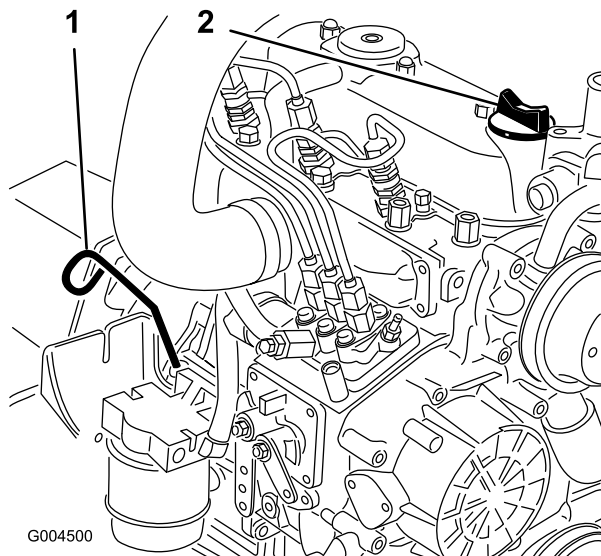

Bild 42
3. Nehmen Sie den Peilstab (Bild 42) heraus und wischen Sie ihn ab. Stecken Sie ihn dann ganz ein. Nehmen Sie den Peilstab heraus und prüfen Sie den Ölstand.
4. Wenn der Ölstand unter der Voll-Marke liegt, nehmen Sie den Fülldeckel ab (Bild 42) und gießen Sie genug Öl ein, um den Ölstand bis zur Voll-Marke anzuheben.